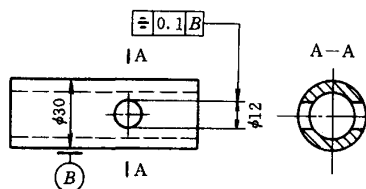
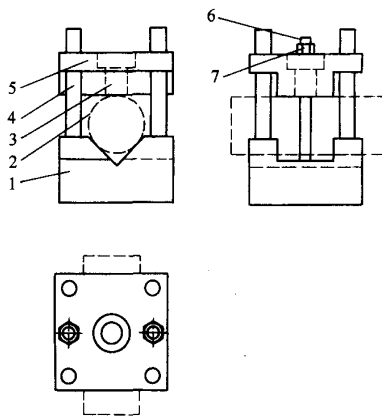

图 1
图 2
(3) 夹具结构及使用方法 (见图 2) 通过 4 根可滑动的导向柱 4 保证钻套 3 中心与 V 形铁 1 中心对正,又通过 V 形铁使工件 2 外圆的最高点与台阶上夹板 5 钻套中心上下对正,压紧螺栓 6 压紧工件后,这样钻出的孔能够满足图 1 的对称度要求。此夹具最大的优点是,采用 V 形铁 1 和台阶上夹板 5 可以适用更大范围管的直径 (本人设计的夹具适用于 $\phi 8 \sim \phi 60\text{mm}$ 的管)。根据管上孔的大小更换不同的钻套 3,这样就能使不同直径的管和管上不同直径的孔适用此夹具,且加工出合格的工件。